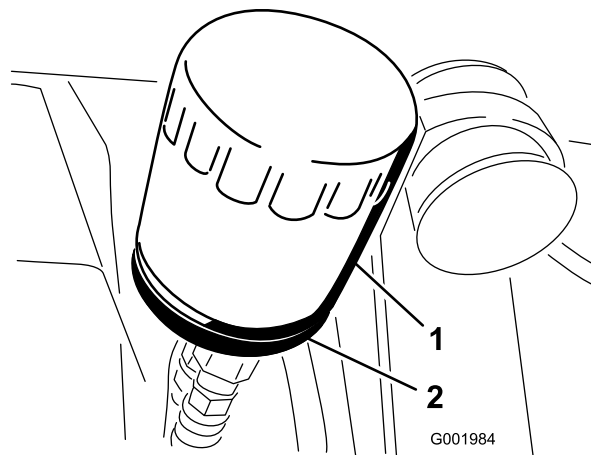

Figura 52
- Retire el filtro de aceite (Figura 52).
- Instale el filtro de aceite nuevo en el adaptador del filtro. Gire el filtro en el sentido de las agujas del reloj hasta que la junta de goma entre en contacto con el adaptador del filtro, luego apriete el filtro 1/2 de vuelta más (Figura 52).